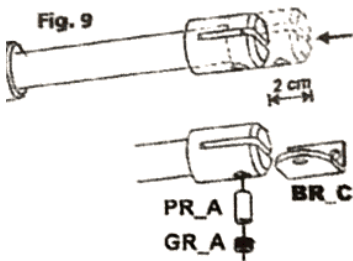

Fig. 9
- fixati suportul pilonului BR\_C catre manerul dispozitivului asa cum este indicat în "Fig. 9" - amintindu-va ca gaura filetata a pilonului PR\_A trebuie sa fie rotita in jos